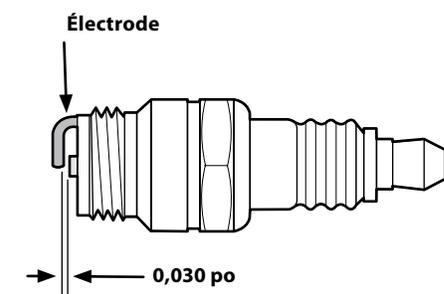

Figure 6-4
3. Mesurez l'écartement avec une jauge d'épaisseur. Pliez un peu le côté de l'électrode pour ajuster l'écartement. Voir Figure 6-4. L'écartement doit être de 0,76 mm (0,030 po).